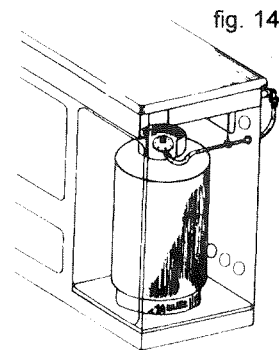

fig. 14
- 3) Le tuyau en caoutchouc doit être obligatoirement fixé sur le côté droit par le collier spécial (voir fig. 14).